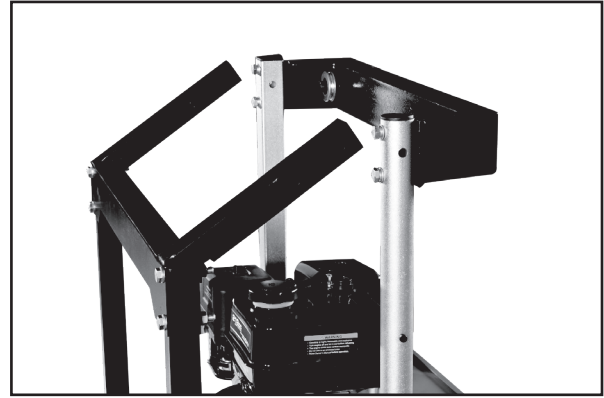

Fig. 31
Étape 18 : Installez la poutre transversale du chariot avant. Le chariot étant sur le rail, alignez les quatre trous de la poutre transversale du chariot avant avec les trous des tubes de support carrés et ronds. Utilisez quatre boulons M10x55, des rondelles de blocage et des rondelles plates à travers les tubes de support pour fixer la poutre transversale du chariot avant (fig. 31). Serrez les boulons pour les fixer solidement en place.